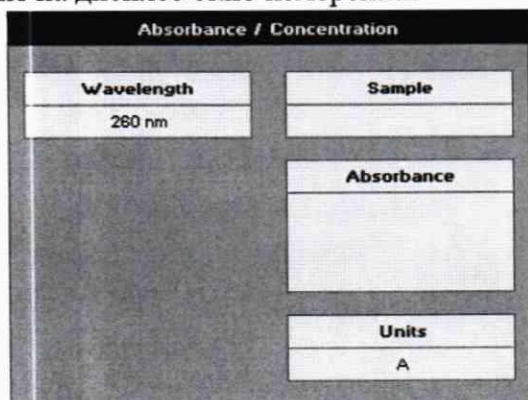

Рисунок 5 – Окно измерений для Biowave DNA
6.3.2.4.1 В окне измерения (рисунок 5 или 6 настоящей методики поверки) отразится результат, равный нулю.